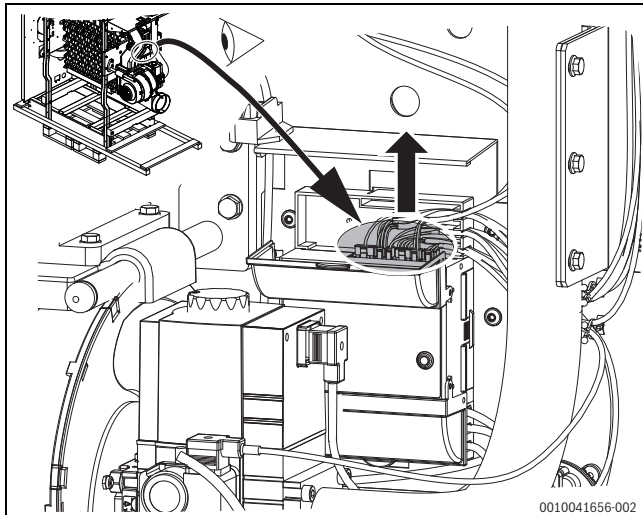

Fig. 4 Retirar a ficha no dispositivo automático de ignição
- Abrir a válvula borboleta no dispositivo automático de ignição e retirar as fichas (→fig. 4).